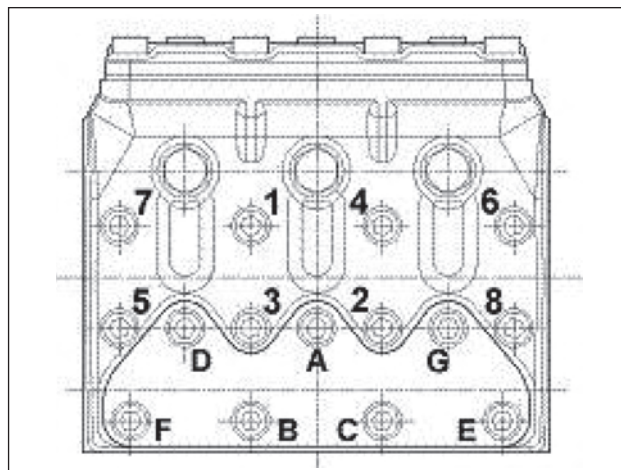

Fig. 24
* Los tornillos de fijación del sombrerete de la biela se deben apretar respetando las secuencias indicadas en pág. 46. ** Los tornillos de fijación de la cabeza se deben apretar utilizando una llave dinamométrica, lubricando la parte inferior de la cabeza respetando el orden de la Fig. 24. *** Los tornillos de fijación de la tapa de las válvulas se deben apretar utilizando una llave dinamométrica, lubricando la parte inferior de la cabeza respetando el orden de la Fig. 24. **** El tornillo de fijación de la brida 2^ PTO se debe apretar con una llave dinamométrica y Loctite 243 color azul.